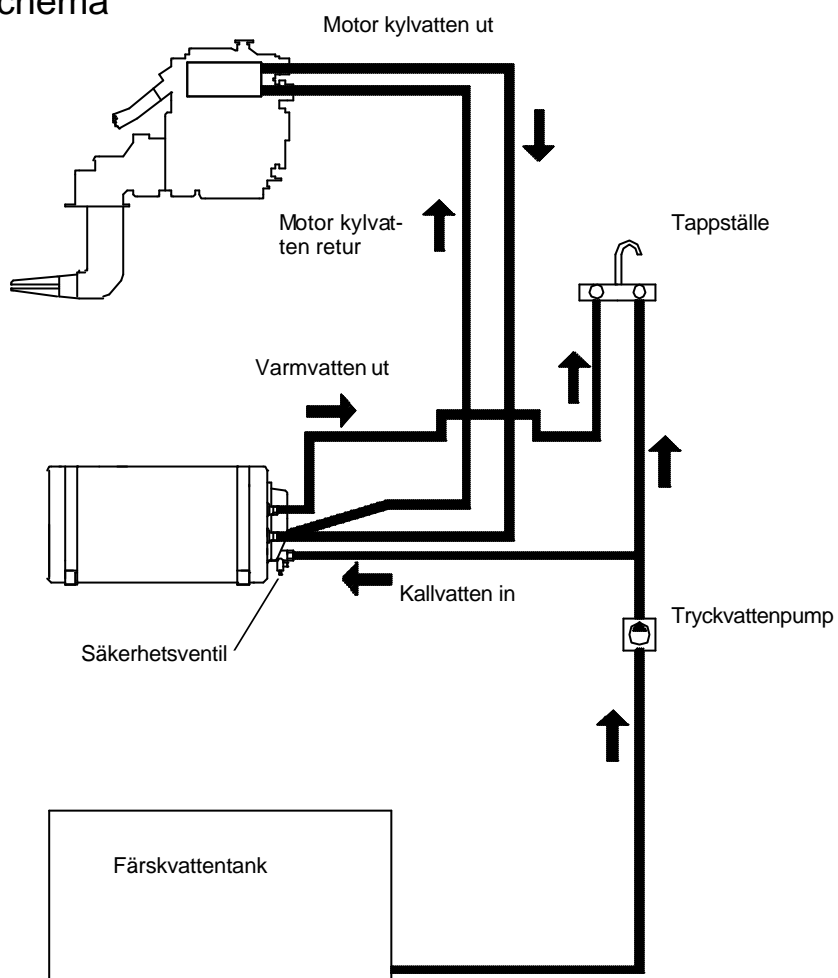

Fig. 2
3.2 Motoranslutningar (se schema, fig. 2): Beredarna är i första hand avsedda att anslutas till färskvattenkylda motorer. Vissa sjövattenkylda motorer har dock inbyggd termostat och en speciell anslutnings-sats, så att man kan få ut kylvatten med tillräckligt hög temperatur (65-85°C) Eftersom ISOTEMP varmvattenberedare har motorvattenslinga i rostfritt stål går den även att ansluta till sjövattenkylda motorer. Följ motortillverkarens uppgifter på lämpliga uttag på motorn. Dessa ska ha sådan tryckskillnad, att god (minst 2 l/min) kylvattencirkulation till beredaren erhålles. Om båten har två motorer, ansluts beredaren till en av dem. Om två beredare monteras, ansluts dessa parallellt. Slangar, nipplar och rör skall ej vara av klenare dimension än beredarens anslutningar (16 mm / 5/8") för att förhindra strypningar. Vid anslutning till små dieselmotorer på 10-15 hk kan det dock vara nödvändigt att minska flödet genom beredaren för att bibehålla motorns kylkapacitet.
3.3 Färskvattenanslutning (se schema, fig 2): Beredaren är avsedd att kopplas in så att den förses med färskvatten av en elektrisk tryckvattenpump från vattentanken. Elektrisk tryckvattenpump får ge max. 3,0 bar tryck, där en flermembranpump ger jämnare flöde och mindre tryckstötar. Vid högre tryck kommer säkerhetsventilen att öppna vid 6,0 bar. Varmvattenutloppet, som även avluftar beredaren, bör anslutas till blandarkranar vid respektive vask, så att alltid kallvatten kan blandas in för lämplig temperatur. Observera att temperaturen på utkommande varmvatten kan bli så hög som +85°C, vilket felanvänt kan vara farligt, risk för skällning. Ställ in lämplig temperatur på beredarens termostatblandare, mellan 38 och 65°C, då sådan finns monterad. Montera eventuellt en spillvattenslang (i.d. 10 mm) från säkerhetsventilen ner till kölsvinet eller annan mindre uppsamlingsbehållare. Spillvattenslangen måste alltid ha fritt utlopp och får ej anslutas till skrovgenomföring eller kran. Beredaren kan spilla lite vatten genom vattnets volymökning under uppvärmningsperioderna.